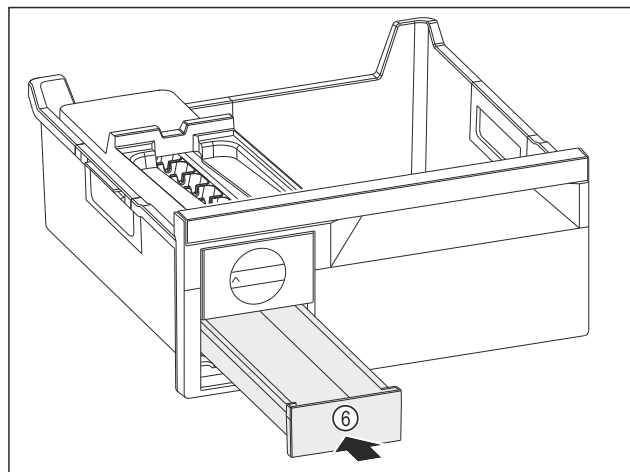

Fig. 188
- ▶ Wsunąć szufladę na kostki lodu Fig. 188 (6).